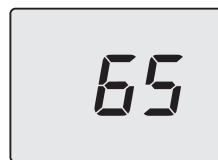

Figura 5.40
- Scorrere i vari menu premendo i tasti 12 (indietro) o 14 (avanti) fino a far apparire sul display LCD la scritta **PAr** (Figura 5.40) che indica il menu "Parametri".